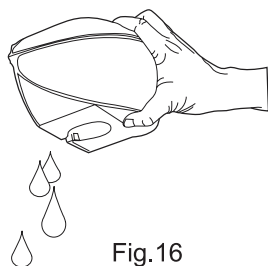

Fig.16
2. Après utilisation, dégager le réservoir d'eau et le vider. (Fig.16)